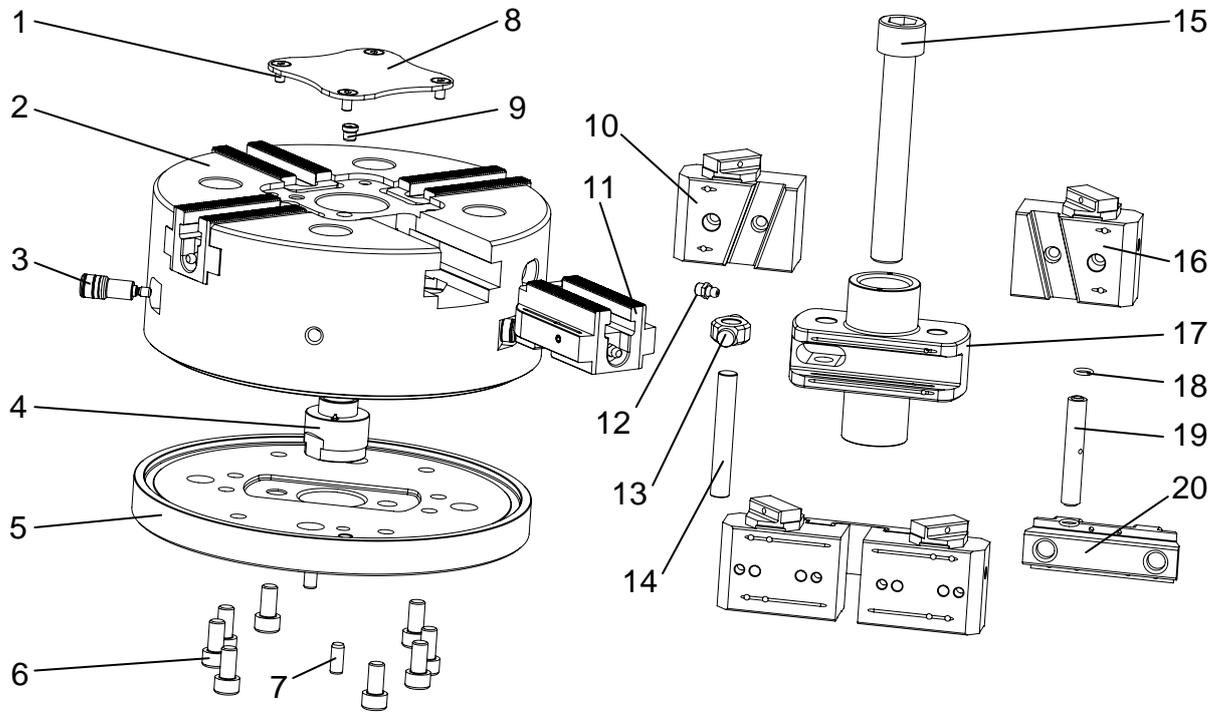

Abb. 8-1: Ersatzteile
- Schritt 1** Suchen Sie in der Abbildung 8-1 das gewünschte Ersatzteil.
Schritt 1 Suchen Sie in der Abbildung 8-1 das gewünschte Ersatzteil.